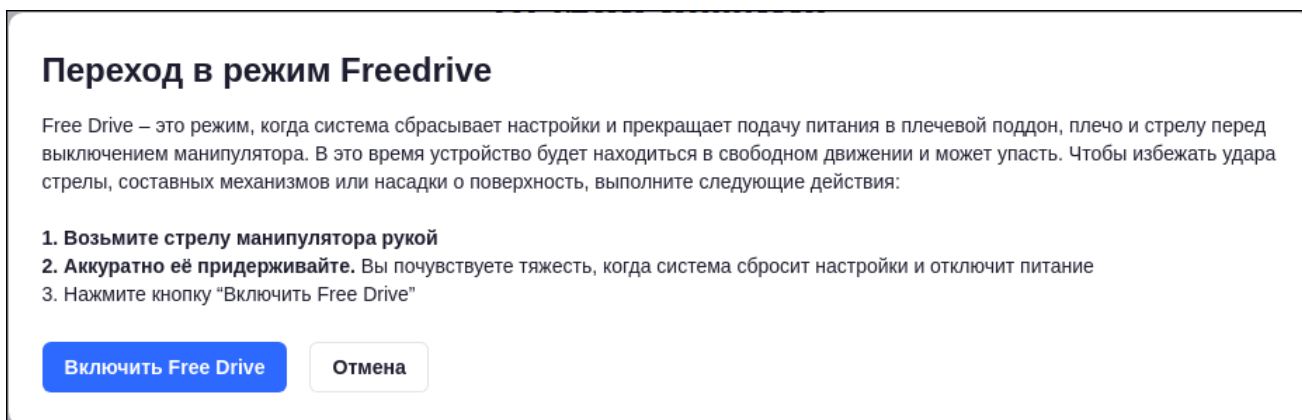

Рисунок 26 – Уведомление «Переход в режим Freedrive»
- Отобразится уведомление «Переход в режим Freedrive» (Рисунок 26).